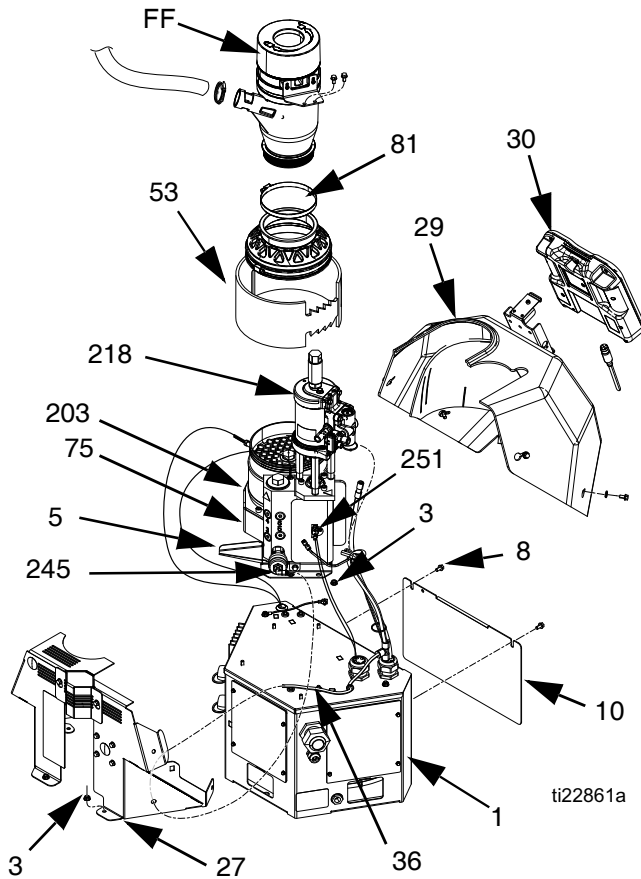
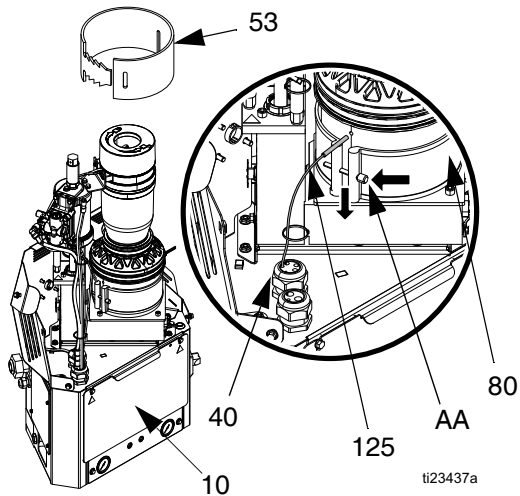

图 37
图 40
5. 卸下 ADM (30) 电缆, 然后朝护罩 (29) 方向滑动, 将其从系统中卸下。
6. 卸下螺丝 (8), 然后卸下电气外壳的前检修门 (10)。
8. 卸下空气管 (36) (位于泄压阀 (245))。拉动空气管通过金属护罩 (27)。
9. 卸下螺母 (3) (位于金属护罩 (27) 后部), 然后卸下护罩。
10. 卸下熔化器织物绝缘体 (53)。
11. 松开螺丝 (AA), 然后卸下传感器 (125)。参见图 40 (第 68 页)。
12. 松开软管夹 (81), 然后取下漏斗 (FF)。
13. 卸下过热开关 (251) 上的接线器。
14. 拆除绝缘体 (53、75) (位于熔化器组件 (5))。
15. 断开填料传感器 (20) 上的填料传感器电缆。参见**更换填料传感器**, 第 73 页。
17. 卸下气动马达 (218) 上的空气管。
拆卸 (参见图 40):
4. 拆除泄压阀的空气管 (36)。拉动空气管通过金属护罩 (27)。
5. 卸下螺母 (3)，然后卸下金属护罩 (27)。参见图 37 (第 65 页)。
6. 卸下熔化器织物绝缘体 (53)。
7. 松开螺丝 (AA)，然后卸下传感器 (125)。
8. 卸下电气外壳检修门 (10)。
9. 断开温度传感器电缆和标有 J5 的 MZLP 接头。参见图 40。
重装 (参见图 40):